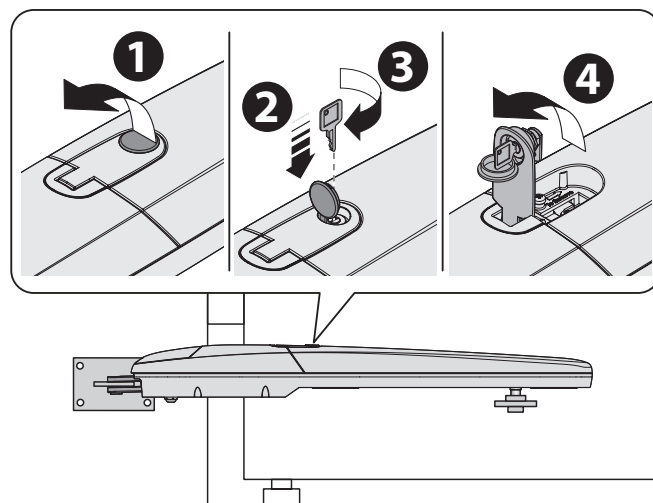

Fig. 8
01. Desbloquear el motorreductor como se muestra en la fig. 8;
02. Desbloquee el motorreductor como se muestra en la Fig. 8;